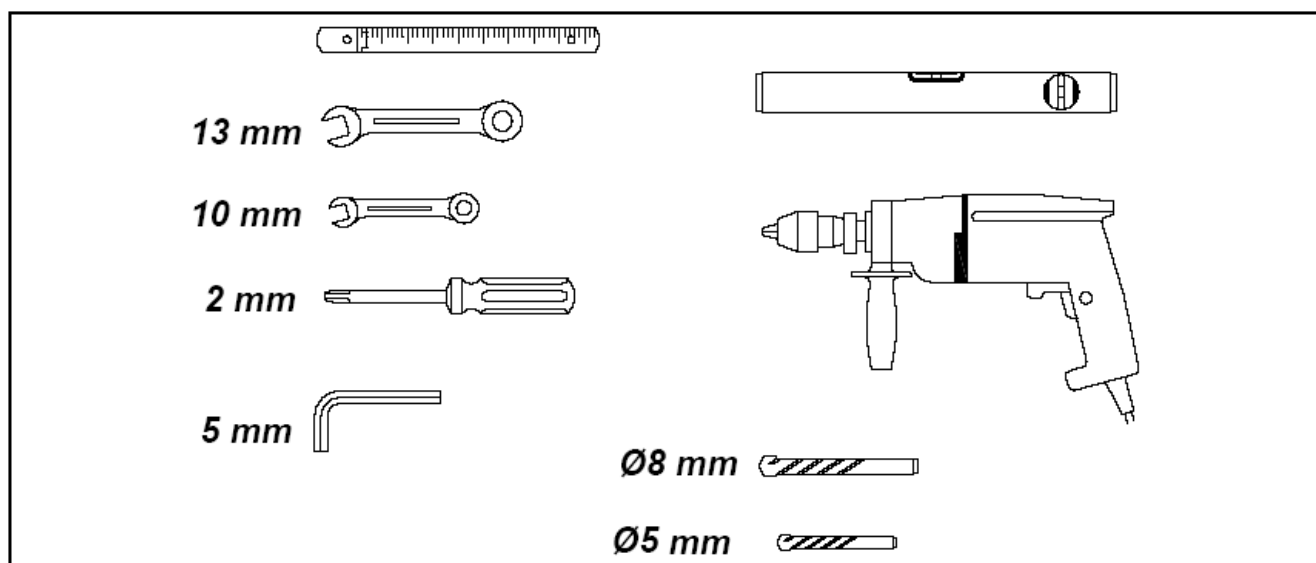

Рис. 11
4. ИНСТРУМЕНТЫ НЕОБХОДИМЫЕ ДЛЯ МОНТАЖА (рис. 11)